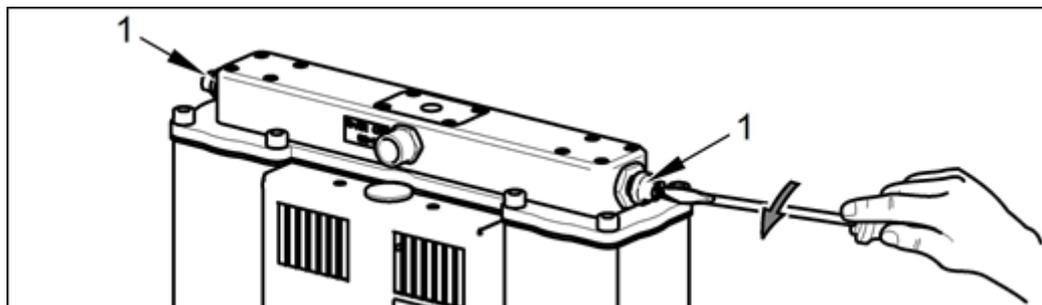

Abb. 25: Druckblas aus den Trocknerkammern
- Öffnen Sie die Ablasstopfen am Ablasmodul der Gerätschaft (Abb. 25).